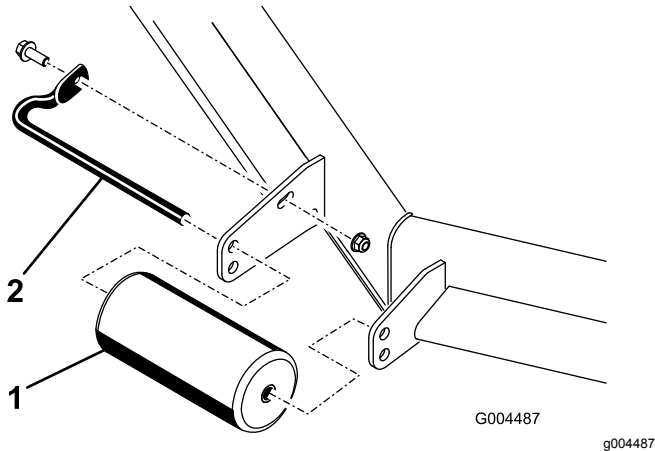
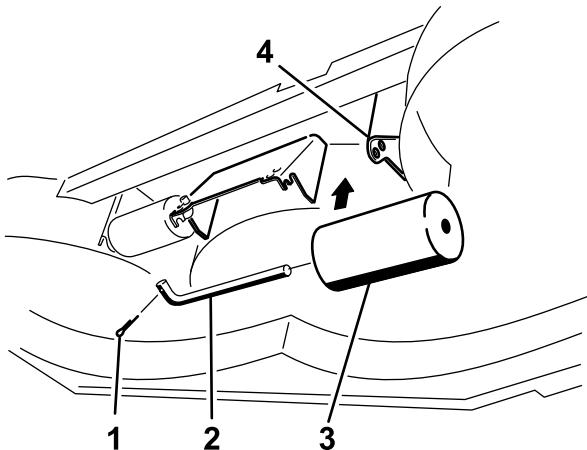

Figure 47
Figure 51
4. Retirez les fixations de chaque galet sur le tablier de coupe et montez ou abaissez les galets selon le cas; reportez-vous aux Figure 47 à Figure 51 selon ce qui convient à votre tondeuse.
5. Montez les fixations comme montré de la Figure 47 à la Figure 51.